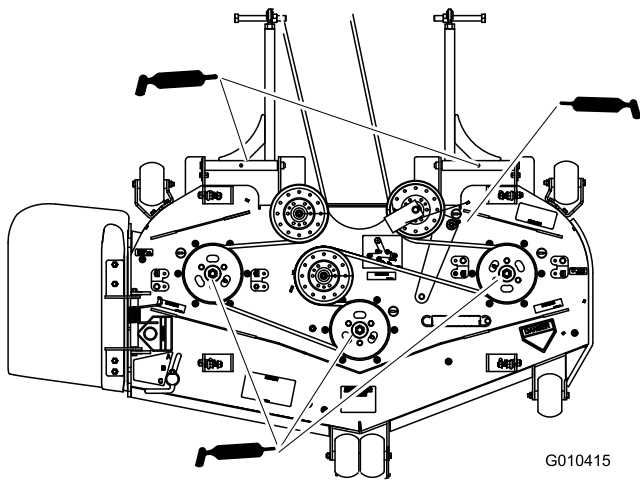

Figure 32
3. Graissez le pivot de la poulie de tension (Figure 32).
4. Lubrifiez les graisseurs des roulements des 3 axes (Figure 32).